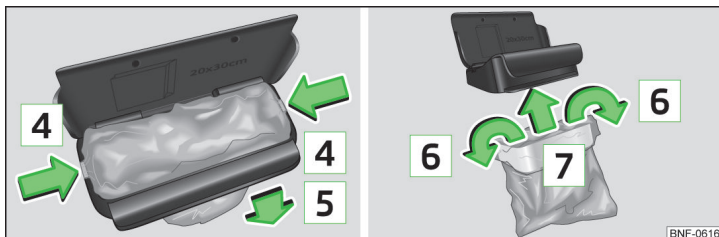

Fig. 55 Înlocuirea pungii
- Comprimați ambele elemente de fixare de pe margine în sensul săgeții » fig. 55.